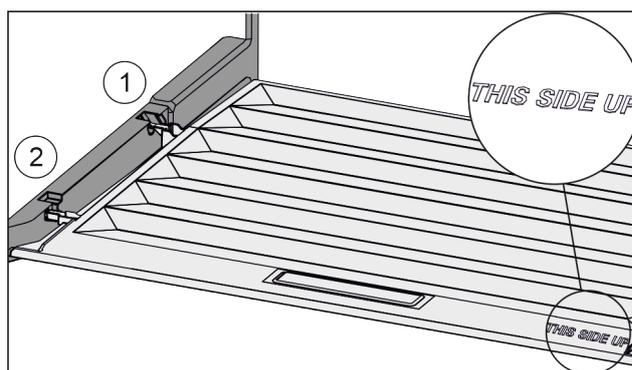

Fig. 117
- ▶ 从后部固定支架 Fig. 117 (1)开口导入桥形接片并卡入固定支架 Fig. 117 (2)的前端。